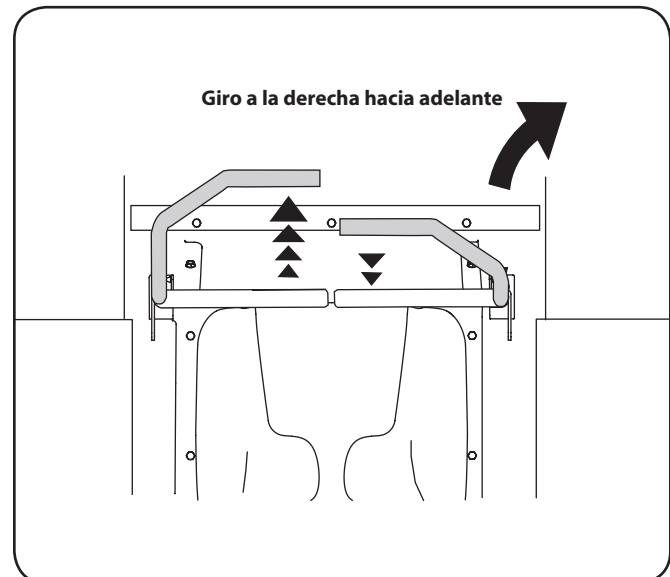

Figura 5-4
2. Para girar a la derecha, mueva la palanca de control derecha hacia atrás respecto de la palanca izquierda. Vea la Figura 5-4.